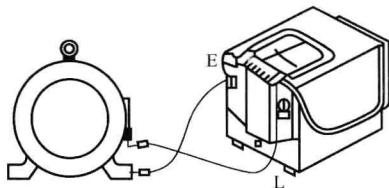

图 1-10 测电机绝缘电阻
2) 测量电机绝缘电阻时, 将 L 端与电机绕组相连, 机壳接于 E 端, 如图 1-10 所示。